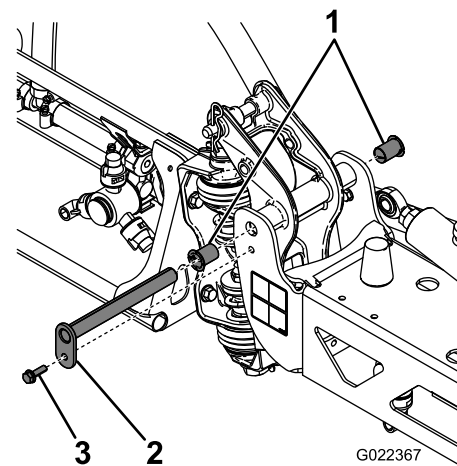

Figure 41
3. Lorsque le poids de la rampe est supporté, retirez le boulon et l'écrou de fixation de l'axe de pivot à l'ensemble rampe (Figure 41).
6. Déposez et examinez les bagues en nylon à l'avant et à l'arrière du support de pivot (Figure 41).
8. Montez l'ensemble rampe et support de pivot dans le bâti central en alignant les ouvertures (Figure 41).